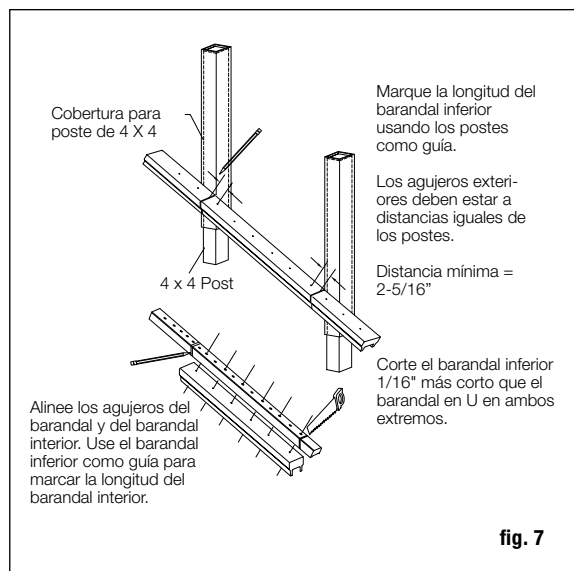

fig. 7
Paso 5 *Nota: Para asegurarse de que los balaustres estén instalados verticales, los agujeros entre las secciones de barandal deben estar todos alineados.* *Consejo: Use un calibre de pernos o una broca de taladro de 3/32" para asegurarse de que los agujeros están alineados.* Usando el barandal inferior recortado como guía, coloque el barandal superior sobre el barandal inferior recortado y alinee los agujeros pretaladrados. Marque las líneas de corte en el barandal interior con un lápiz. *Nota: Para considerar el grosor de los soportes, los barandales interiores deben ser 1/8" más cortos que los barandales inferiores con todos los agujeros con una separación igual.* Quite 1/16" adicional desde la marca de lápiz en cada extremo y recorte el barandal interior a la longitud adecuada. Repita para el segundo barandal interior (fig. 7).